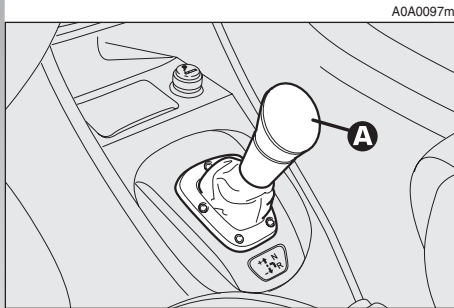

fig. 134
- la palanca de mando ubicada en la consola central (**A-fig. 134**);